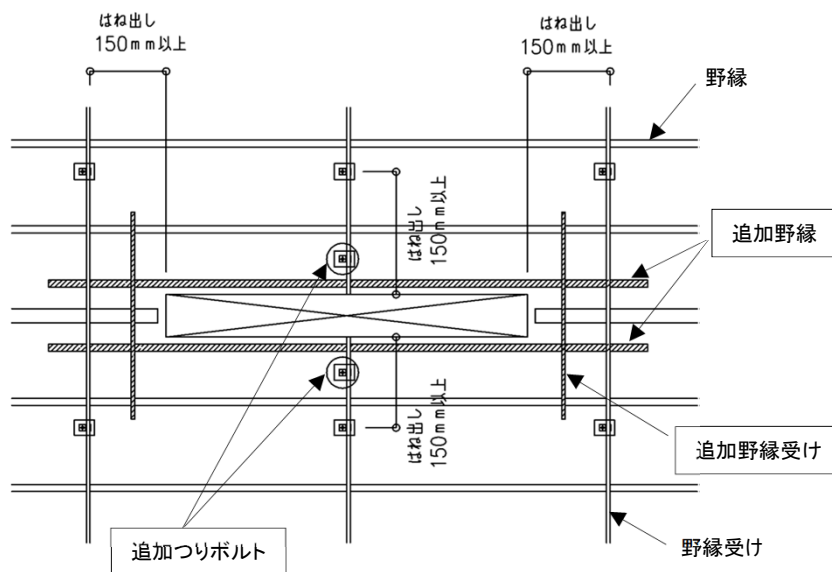

図 2-8 開口部の補強
- ・野縁受けのはね出しは150mm以内とし、それ以上の場合はつりボルトを追加する。（図2-8参照）